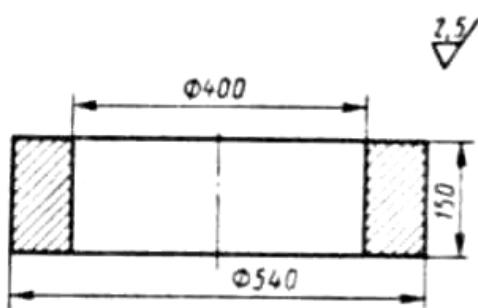

Рис. 26
2. Разработайте процесс изготовления поковки детали (рис. 26) методом ковки на паровоздушном ковочном молоте. При выполнении работы следует: описать сущность процесса ковки и указать области ее применения; изобразить схему молота и описать его работу; установить температурный интервал ковки, вид нагревательного устройства и привести схему печи; составить чертеж поковки, определив ее массу; привести эскизы переходов ковки и применяемого инструмента; с учетом технологических отходов определить объем, массу и длину исходной заготовки, указать способ ее получения; описать механизацию процесса ковки. Материал детали - сталь 45.